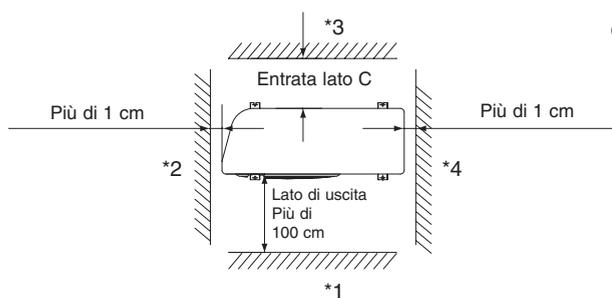
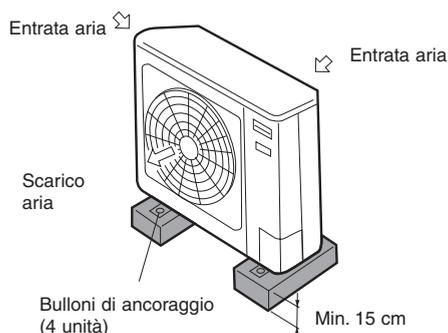

Fig. 2-5
Fig. 2-7
- Lasciare attorno all'unità spazio sufficiente per il funzionamento e la manutenzione senza ostacolare il flusso dell'aria attorno alle griglie di aerazione. (Fig. 2-5)
- Per quanto riguarda la distanza "C" dal lato interno (fig. 2-5) il valore minimo per la distanza "C" è di 15 cm se non ci sono ostruzioni sul lato di uscita (parete lato *1) e *2 o *4 non sono presenti. In tutti gli altri casi, il valore minimo per la distanza "C" è di 20 cm.
- Se la parete *1 è sul lato dell'uscita (fig. 2-5), oppure se ci sono ostruzioni su tutti e 3 i lati *2, *3 e *4 (fig. 2-5), allora il valore minimo per le distanze "A" e "B" è di 2 m (fig. 2-7). Anche quando non c'è alcuna parete sul lato di uscita, occorre un minimo di 100 cm.
- Posizionare l'unità su una base solida (blocchi di cemento, travi 10 x 40 cm o simili), rialzata di un minimo di 15 cm rispetto al livello del terreno per ridurre l'umidità e proteggere l'unità da eventuali riduzioni della vita utile e possibili danni provocati dall'acqua. (Fig. 2-7)